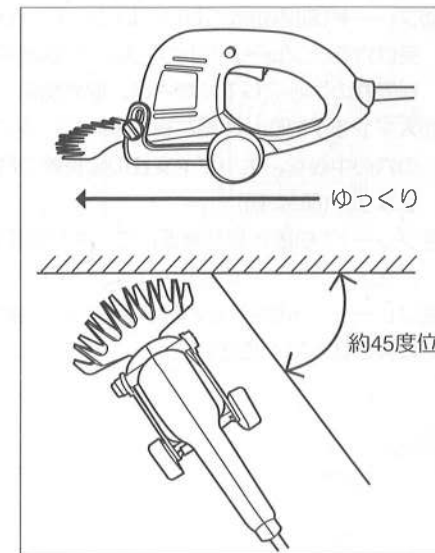

図6
- 本機を芝生の上に置き、すべらせるようにゆっくりと前進させてください。(図6参照)
- 縁石などのきわ刈りでは、ブレード(刃)側面が縁石などに当たらないように、約45度位の角度を付けて刈り進めてください。(図6参照)